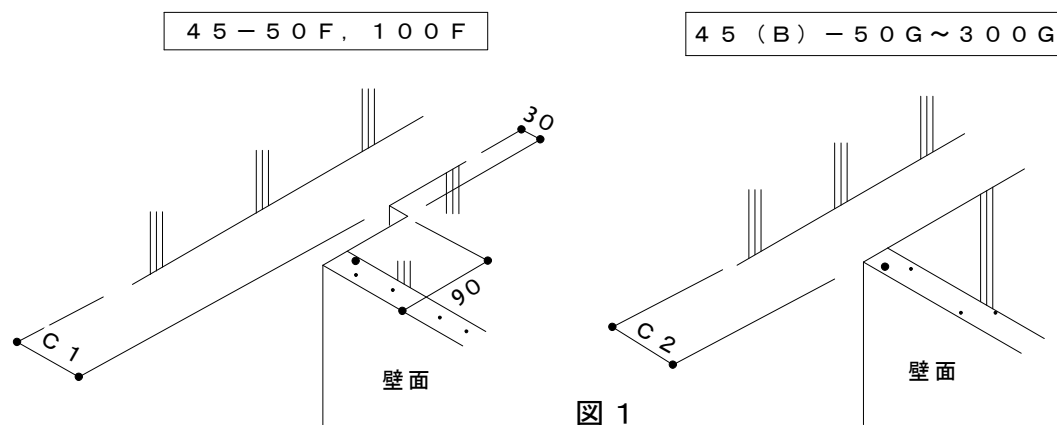

図1
- 壁面と壁面のクリアランスは、図1、表1のように仕上げてください。それぞれの規定値よりも狭い場合には変形性能が確保できなくなる場合があります。